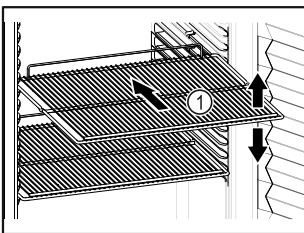

Fig. 61 Primjer izgleda
- Ako su rešetke za polaganje Fig. 61 (1) pomične, prilagodite ih po visini.